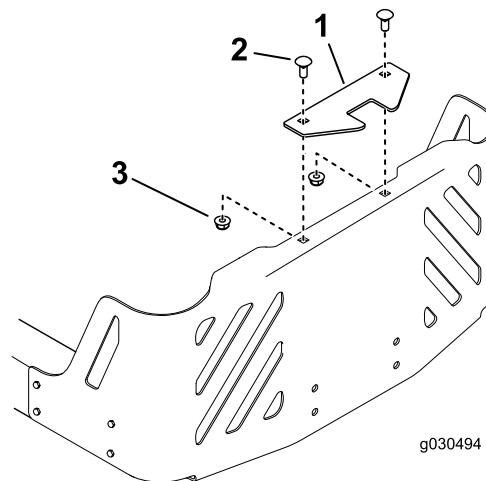

Figura 10
Nota: El soporte del estabilizador se usa solo en modelos de 2015 y posteriores (Figura 10).
1. Instale el soporte del estabilizador en el protector del motor usando 2 pernos de cuello cuadrado (5/16" x 3/4") y 2 contratuercas (5/16") (Figura 10).